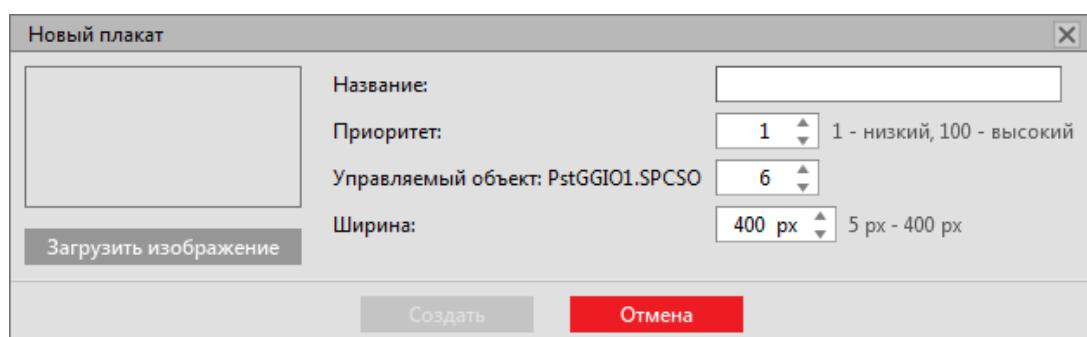

Рисунок 115 - Создание плаката
- Заполните форму (Рисунок 115) согласно Таблице 61.